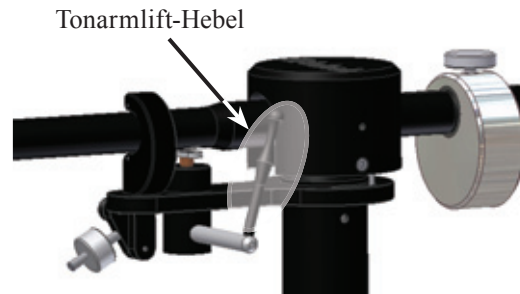

Abbildung 53
1. Drücken Sie den Tonarmlift-Hebel in Richtung Rückseite des Plattenspielers. Siehe Abbildung 53.